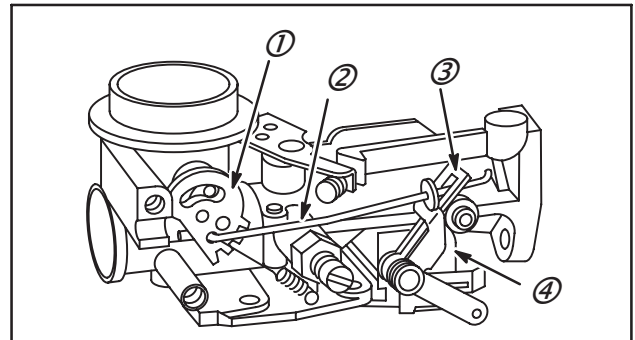

Fig. 73
1. Pour déposer la biellette de starter (2), retirer le levier de régime (3) et la plaque isolée d'arrêt moteur (4).
2. Extraire la biellette du trou de l'axe de starter (1), Fig. 73.